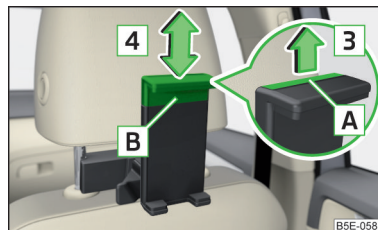

Fig. 120
- Para **ajustar el tamaño del soporte** tirar el cinturón de seguridad [A] en el sentido de la flecha [3] y desplazar la parte [B] en el sentido de la flecha [4] en la posición deseada » fig. 120.